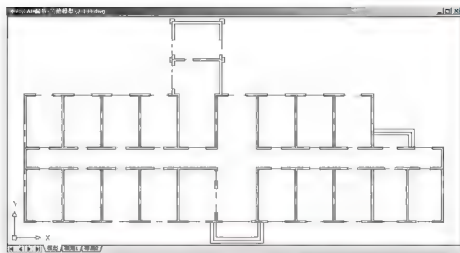

图 6.2 修改后的宿舍楼平面图
- (1) 打开“2.107.dwg”图形文件。
- (2) 将“2.107.dwg”图形文件内除【墙线】、【室外】和【轴线】外的其他图层冻结。
- (3) 执行菜单栏中的【编辑】|【复制】命令，在**选择对象**:提示下，输入“ALL”后按 Enter 键，再次按 Enter 键结束命令。
- (4) 执行菜单栏中的【窗口】|【宿舍楼三维模型】命令，将“宿舍楼三维模型”图形文件切换为当前文件，然后执行菜单栏中的【编辑】|【粘贴】命令或按 Ctrl+V 快捷键，在**指定插入点**:提示下，在屏幕上单击任意一点作为图形的插入点。
- (5) 输入“Z”后按 Enter 键，再输入“E”后按 Enter 键，启动【范围缩放】命令。
- (6) 删除散水后将【室外】图层关闭，并把【阳台】图层设置为当前层，绘制出阳台平面轮廓，结果如图 6.2 所示。